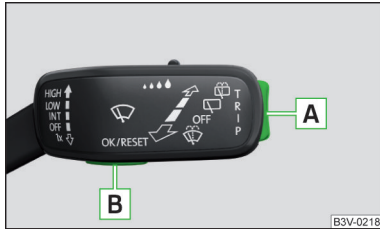
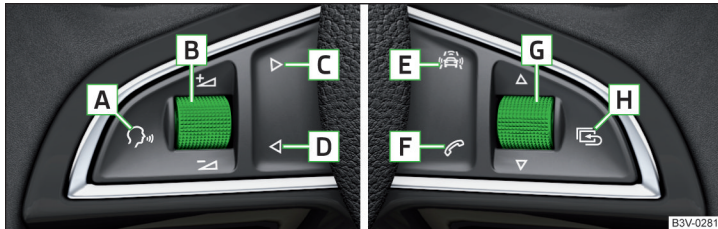

Abb. 30
Abb. 31 Tasten/Einstellräder: am Multifunktionslenkrad
▶ Die Taste **[A]** am Bedienungshebel länger drücken » **Abb. 30 auf Seite 44.**
▶ Das Einstellrad **[G]** am Multifunktionslenkrad länger drücken » **Abb. 31 auf Seite 44.**
Die Menüs können mittels der Tasten am Bedienungshebel » **Abb. 30 auf Seite 44** bzw. am Multifunktionslenkrad » **Abb. 31 auf Seite 44** bedient werden.
Durch anschließendes Drehen des Einstellrads **G** » Abb. 31 auf Seite 44 am Multifunktionslenkrad wird das Menü **Letzte Ziele** angezeigt.
➤ Das Einstellrad **G** » Abb. 31 auf Seite 44 drehen.